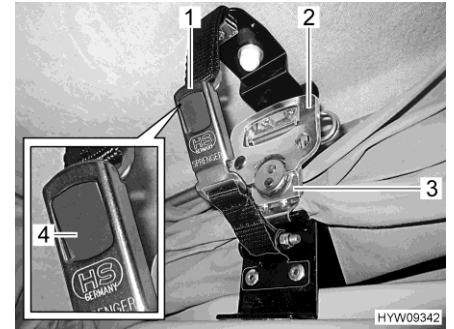

Bild 34 Verriegelung
- Auf beiden Seiten das Schnellspannschloss (Bild 34,3) nach unten ziehen und in Halteplatte eingehängen.
- Jeweils Griff (Bild 34,2) am Schnellspannschloss ausklappen und eine halbe Umdrehung im Uhrzeigersinn drehen.
- Jeweils die beiden Teile des Schnappschlusses (Bild 34,1) zusammenstecken. Der graue Druckknopf (Bild 34,4) rastet ein.